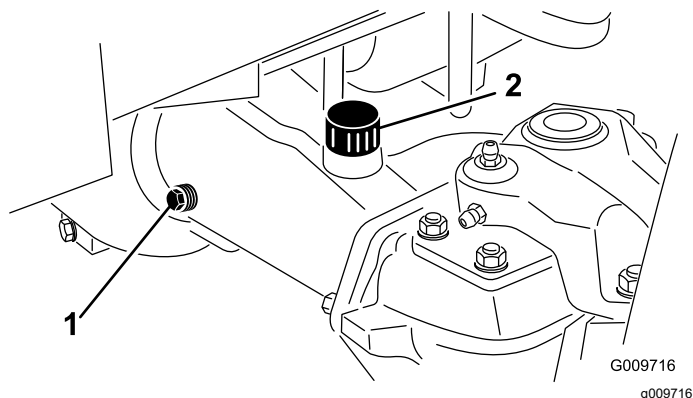

Figura 145
4. Retire los 2 tapones de verificación de la carcasa del eje y el tapón de llenado para facilitar el vaciado del aceite (**Figura 145**).